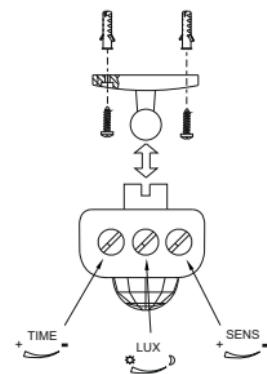

Рисунок 21 – Монтаж
– демонтировать с датчика основание, закрепленное на корпусе при помощи шарнирного соединения (рисунок 21);